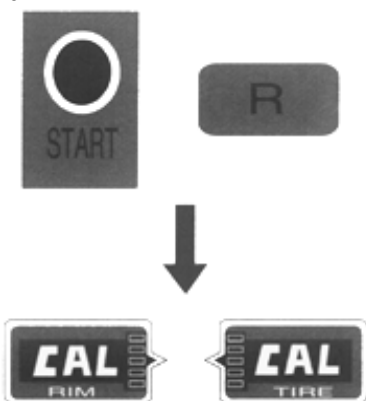

Рис. 12
2. Нажмите одновременно и удерживайте кнопки [Start] и [R], (См. рис. 12). На обоих экранах отобразится надпись «CAL». После того, как через несколько секунд погаснут надписи «CAL» на экранах, отпустите кнопки.